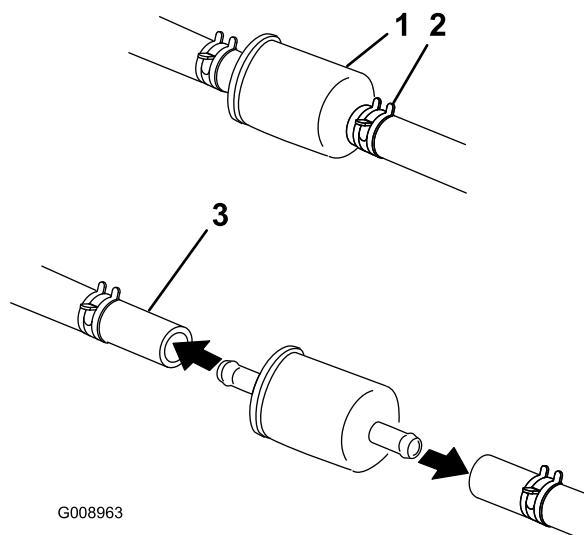

Figure 56
5. Fermez le robinet d'arrivée de carburant sous le siège (Figure 56).
6. Pincez les extrémités des colliers et faites glisser ceux-ci pour les éloigner du filtre (Figure 56).
8. Posez un filtre neuf et rapprochez les colliers de fixation du filtre (Figure 56).